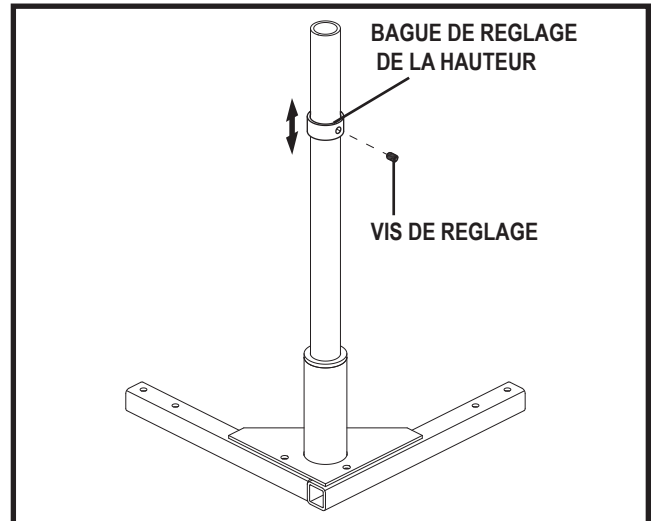
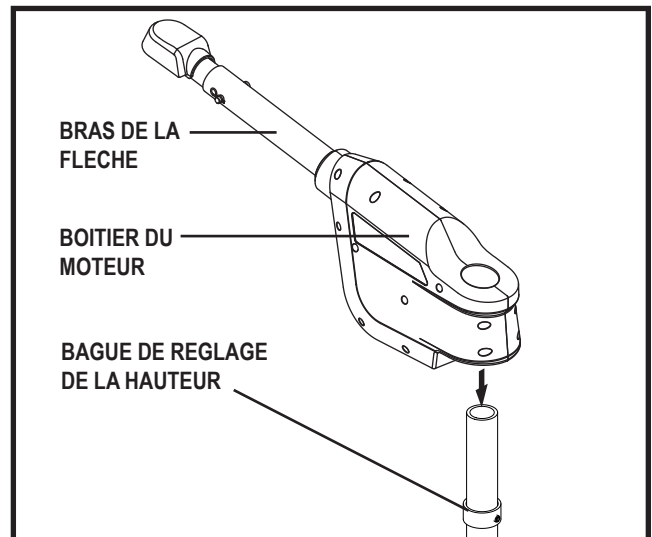
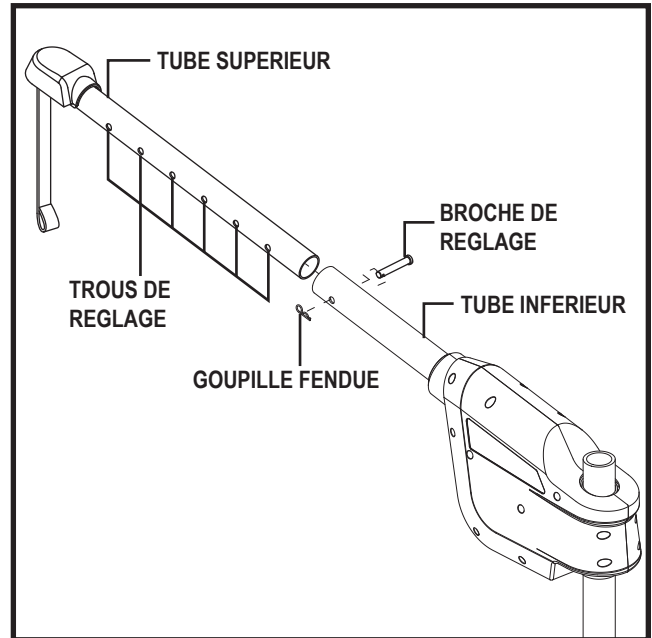

Figure 5. Assemblage de la bague de réglage de la hauteur
Figure 6. Assemblage du boîtier du moteur
Figure 7. Réglage du bras de la flèche
2. Faites glisser la bague de réglage de la hauteur (voir la figure 5) sur le montant supérieur et serrez la vis de fixation (un bon point de départ se trouve à environ 12 po [30.5 cm] du haut du montant supérieur). Pour assurer un fonctionnement sûr, l'anneau de réglage de la hauteur doit être fixé à au moins 6 po (15 cm) du haut du montant supérieur.
3. Abaissez le boîtier du moteur sur le montant supérieur jusqu'à ce qu'il repose sur la bague de réglage de la hauteur. **Voir la figure 6.**
Vous devrez peut-être régler la hauteur du boîtier du moteur (voir la figure 6) ou la longueur du bras de la flèche (voir la figure 7) afin que le bras de la flèche puisse pivoter librement sans heurter le véhicule.
- Le positionnement de la bague de réglage de la hauteur détermine la hauteur du boîtier du moteur. Voir la figure 5.
1. Desserrez la vis de réglage sur la bague. Voir la figure 5.
Avant de régler le bras de la flèche, abaissez la sangle d'environ 12 po (30.5 cm). Ceci fournira suffisamment de mou dans la sangle pour permettre à la partie réglable du bras de la flèche (tube supérieur) d'être tirée du tube inférieur vers son trou de réglage le plus éloigné. Voir la figure 7.
- Insérez le montant supérieur dans le support de bras et installez l'assemblage du boîtier du moteur sur le montant supérieur. **Voir les figures 6 et 13.**
Vous devrez peut-être régler la hauteur du boîtier du moteur (**voir la figure 5**) ou la longueur du bras de la flèche (**voir la figure 7**) afin que le bras de la flèche puisse pivoter librement sans heurter le véhicule. Voir «Réglage de la hauteur du boîtier du moteur» et «Réglage du bras de la flèche».